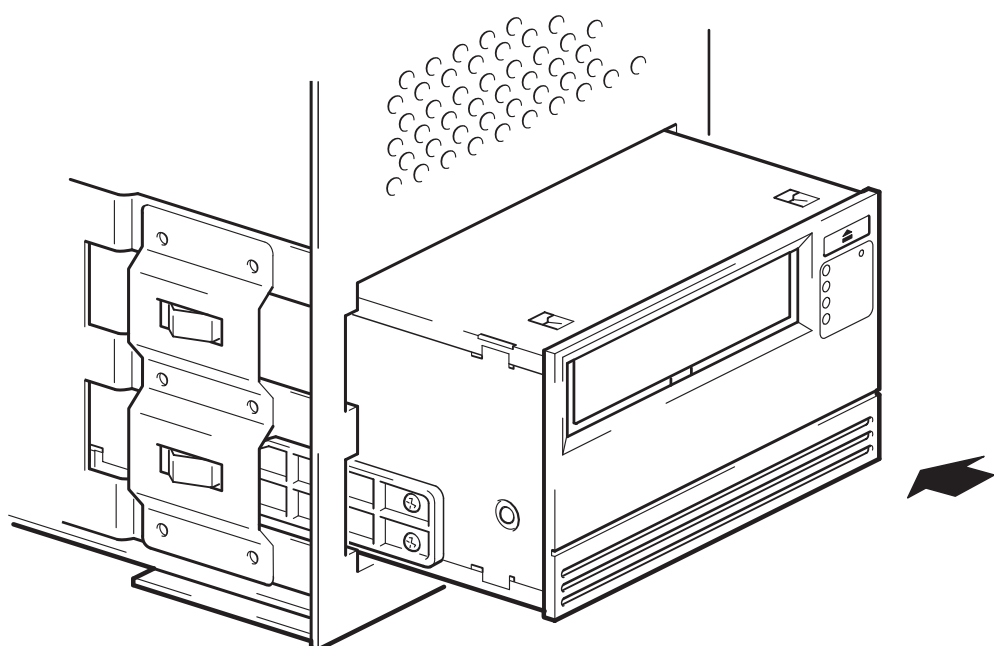

Figura 6: instalación de la unidad
- 1 Deslice la unidad de cinta al interior del compartimento abierto, alineando la bandeja o los raíles con las ranuras del compartimento según se muestra en la Figura 6.